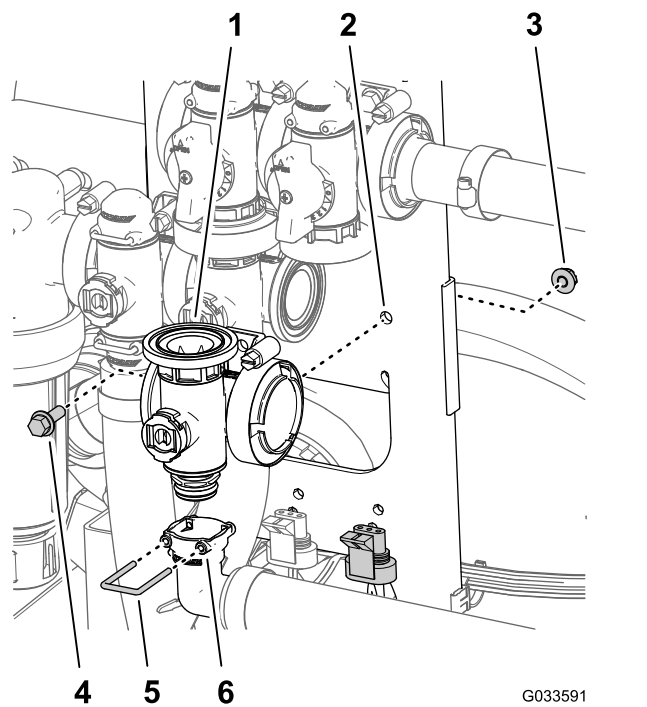

Figura 118
2. Retire o retentor que fixa a união de saída de 90° ao coletor da válvula da rampa principal (Figura 118).
3. Retire o parafuso de cabeça flangeada (1/4 pol. x 3/4 pol.) e parca flangeada (1/4 pol.) que prendem a válvula da rampa principal à montagem da válvula e retire o coletor da válvula da máquina (Figura 118).